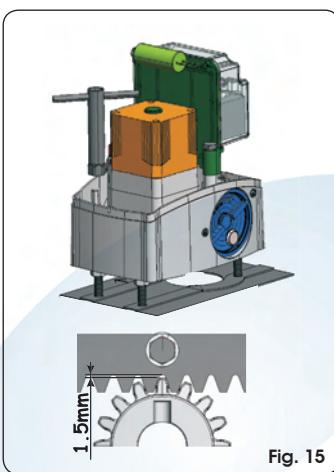

Fig. 15
- Au terme de l'installation de la crémaillière, pour garantir un engrènement correct avec le pignon, on recommande d'abaisser d'environ 1,5 mm (Fig.15) la position du motoréducteur.